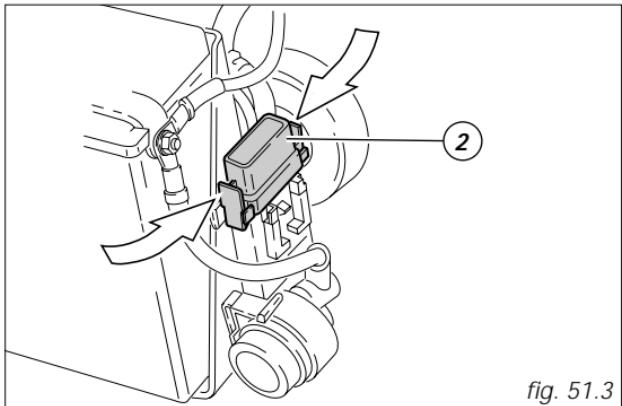
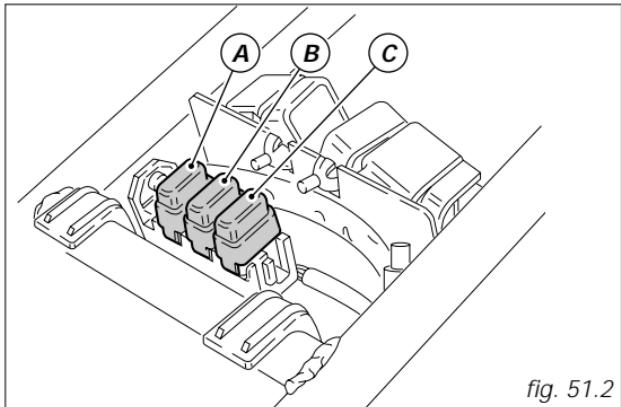
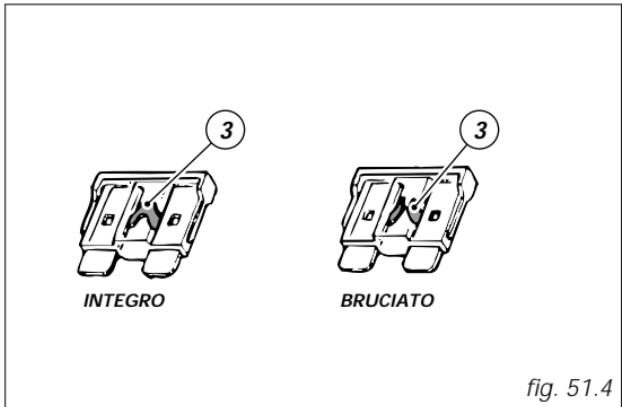

fig. 51.3
fig. 51.2
fig. 51.4
A protezione dei relè dell'impianto d'iniezione ci sono tre fusibili (fig. 51.2) posizionati dietro alla centralina iniezione, rispettivamente da: 7,5A (A); 20A (B); 5A (C). Il fusibile posto a lato della batteria (fig. 51.3) protegge il regolatore elettronico. Per accedere al fusibile è necessario rimuovere il cappuccio di protezione (2). Un fusibile bruciato si riconosce dall'interruzione del filamento conduttore interno (3, fig. 51.4).